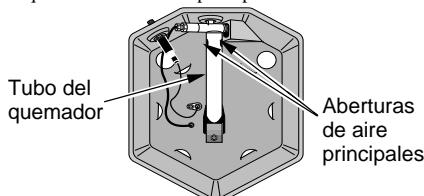

Figura 4: Vista de la parte inferior del calentador
Para revisar que la llama del quemador sea la apropiada, mire a través de los orificios de ventilación en la parte superior del calentador para ver la llama del quemador. La llama del quemador debe estar azul en su mayoría, con coloraciones amarillas en las puntas. Si la llama del quemador está amarilla en su mayoría, es posible que las aberturas principales en el tubo del quemador bajo la base del calentador estén bloqueadas (consulte la figura 4).
2. Vuelque el calentador para situar las aberturas principales de aire en el tubo del quemador (consulte la figura 4). Extraiga cualquier basura que esté bloqueando las aberturas principales de aire.